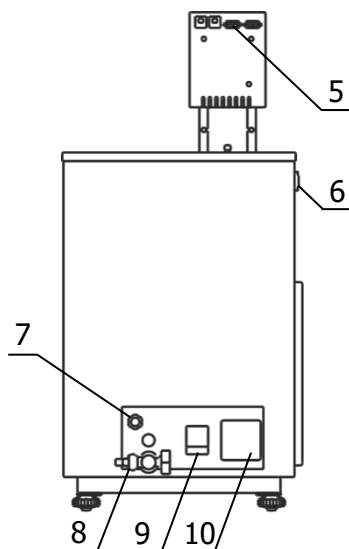

Рисунок 5 — Задняя панель ванны термостата
2.2.5 К переливному штуцеру 7 (рисунок 5) присоединить гибкий шланг, второй конец которого опустить в емкость для сбора излишков теплоносителя объемом 1.5–2 литра.
2.2.7 Вставить вилку сетевого кабеля блока регулирования в розетку 10 (рисунок 5). Соединить кабелем из комплекта поставки блок регулирования (разъем 5) и холодильную машину (разъем 6). Сетевой кабель термостата подключить к питающей сети. Для этого в лабораторном помещении должна быть установлена электрическая розетка из комплекта поставки термостата.
2.2.8 Автоматический выключатель 9 (рисунок 5) перевести в положение «включено».
2.2.9 При первом запуске термостата необходимо включить блок регулирования в режиме прокачки в соответствии с документом ТКЛШ 3.222.009-22 РЭ «Блок регулирования температуры погружной циркуляционный М10М серии МАСТЕР». При работе циркуляционного насоса уровень теплоносителя в рабочей ванне поднимается и теплоноситель начинает равномерно переливаться в дополнительную ванну. При этом уровень теплоносителя в основной ванне падает, что может привести к срабатыванию защиты от недостаточного уровня теплоносителя. Доливать теплоноситель следует до момента начала слива из переливного штуцера 7 (рисунок 5).
2.3.2 При работе термостатов на температурах, близких к нижней границе диапазона производимых температур, необходимо доливать теплоноситель до момента слива из переливного штуцера 7 (рисунок 5) при его охлаждении на каждые 10 °С.
2.4.2 Надеть сливной шланг из комплекта поставки на сливной кран 8 (рисунок 5) и закрепить его хомутом. Свободный конец шланга опустить в емкость для сбора теплоносителя объемом, превышающим объем термостата.